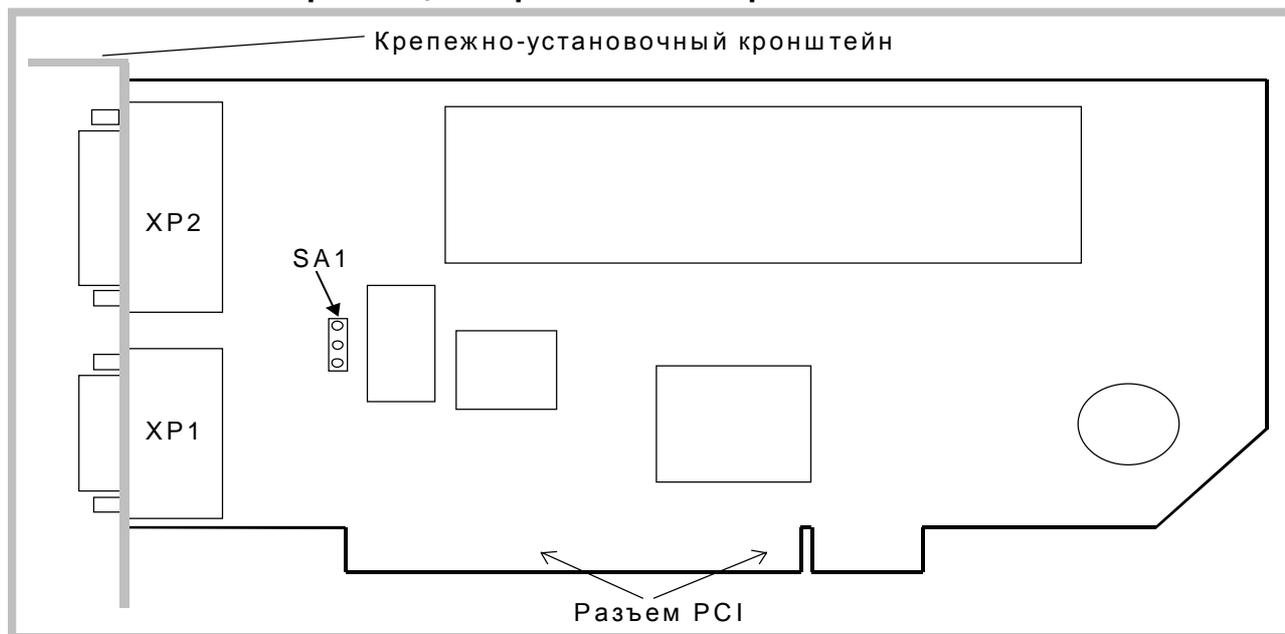

Рис. 7. 1
7.1.1. Расположение разъемов (XP1 и XP2) и переключателя SA1 показано на рисунке (Рис. 7. 1).
7.1.3. Назначение контактов разъема цифрового порта ввода/вывода XP1 (Рис. 7. 2) приведено в таблице (Таблица 7. 2).